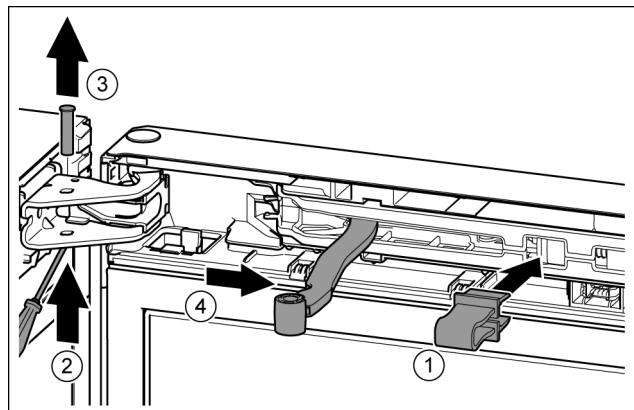

Fig. 10
- Зафіксуйте запобіжник в отворі. *Fig. 10 (1)*
- Виштовхніть палець за допомогою викрутки. *Fig. 10 (2)*
- Вийміть гвинт рухом нагору. *Fig. 10 (3)*
- Поверніть шарнір у напрямку дверцят. *Fig. 10 (4)*